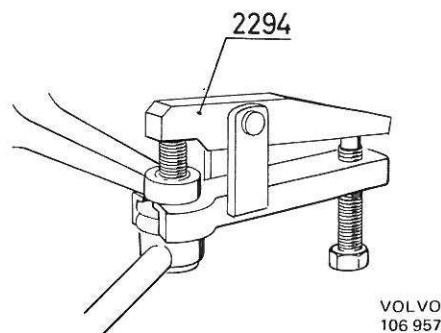

Figure 84. Démontage du joint à rotule.
Les joints à rotule de la barre d'accouplement peuvent être remplacés séparément. Pour le démontage commencer par enlever les écrous. Poser ensuite l'outil 2294 sur le joint à rotule comme indiqué sur la figure 84. Bien enfoncer l'outil et veiller à ce que le filetage du joint à rotule soit introduit dans l'alésage de l'outil. Serrer la vis jusqu'à ce que le joint à rotule se détache.
2. Démontez les joints à rotule des barres de connexion et d'accouplement du bras intermédiaire en se servant de l'outil-presse 2294, figure 84.